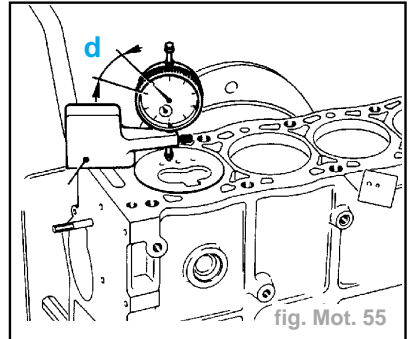

fig. Mot. 55
- Monter le comparateur sur le support et l'étalonner sur un marbre (fig. Mot. 55).
- Relever le dépassement maxi (d) (fig. Mot. 55).